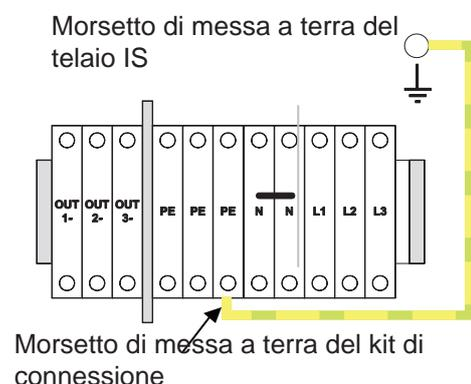

Figura 4-1: Morsetto di messa a terra nei kit di connessione
L'alloggiamento di Sunmaster IS deve essere collegato a messa a terra di protezione (PE) mediante una connessione PE della rete elettrica. A tale scopo un morsetto di messa a terra si trova al di sopra del DIN rail sui kit di connessione (vedere figura 4-1). I cavi PE dei moduli di alimentazione devono essere collegati secondo la sezione 5.5.